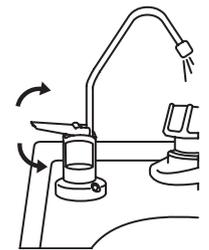

Figura 22.
1. Abre la Llave dispensadora levantando la palanca (ver Figura 22).